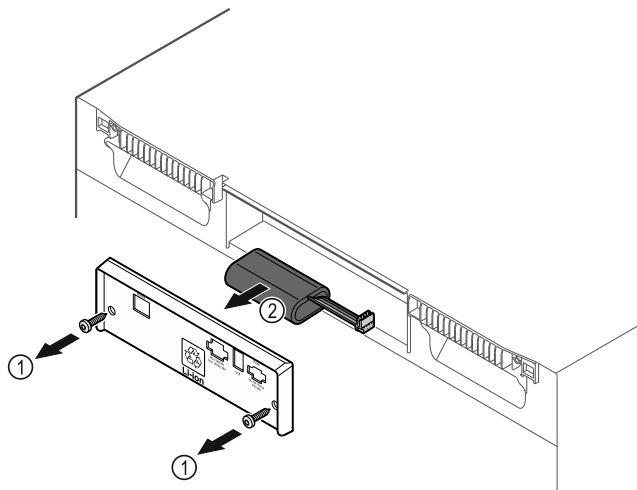

Fig. 231
- ▶ Schrauben herausdrehen und Abdeckung auf der Rückseite des Gerätes entfernen Fig. 231 (1).
- ▶ Batterie abstecken und herausnehmen Fig. 231 (2).